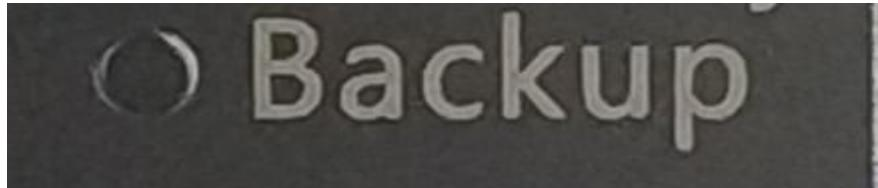

图 3 Backup 备份按键
(1) 检查工作：①由于备份及还原操作过程中机器均不能外接存储设备，在操作之前务必先检查确认 USB 接口未连接外部存储设备，如 U 盘等，否则备份还原会出现错误；②保证硬盘内存容量大小不小于 64G；
(2) 在关机状态下，找到机壳上 Backup (备份) 按键(如图 3 所示)，并保持按下状态，然后按下开机键，直到进入到 Ghost 界面再松开；